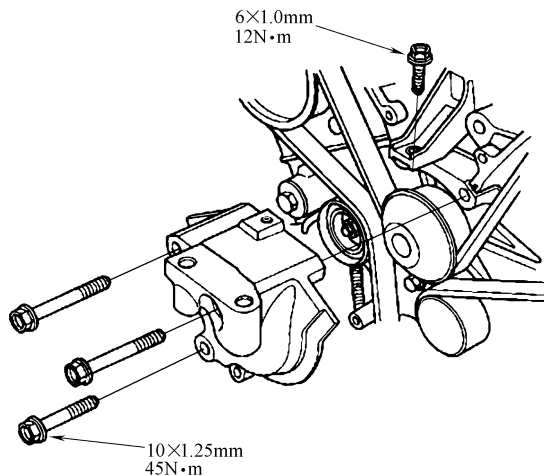

图 23-63 安装发动机侧面安装支架的下半部分
- 8) 如图 23-63 所示，安装发动机侧面安装支架的下半部分。